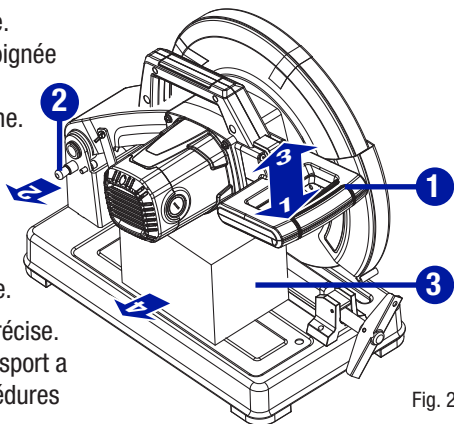

Fig. 2
- Cette machine a été expédiée en ayant le bras de la machine verrouillé en position abaissée. Pour débloquer le bras, appuyez sur la poignée en D (1) et déverrouillez le bouton de blocage de la machine (2) comme illustré à la Fig. 2.